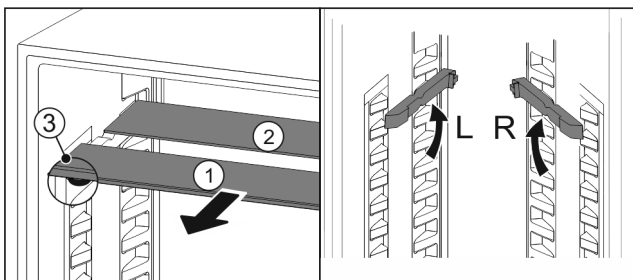

Fig. 21
- ▶ Посуньте Fig. 21 (1) відкидні пластини вперед.
- ▷ Відкидна пластина Fig. 21 (1) з декоративною планкою лежить спереду.
- ▷ Стопори Fig. 21 (3) показують вниз.